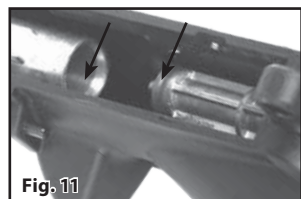

Fig. 11
5. Tirez la poignée d'armement suffisamment pour exposer le joint torique dans le joint du verrou et l'ouverture du boîtier de recul. Mettez une goutte d'huile RMCOIL à ces deux endroits (Fig. 11).